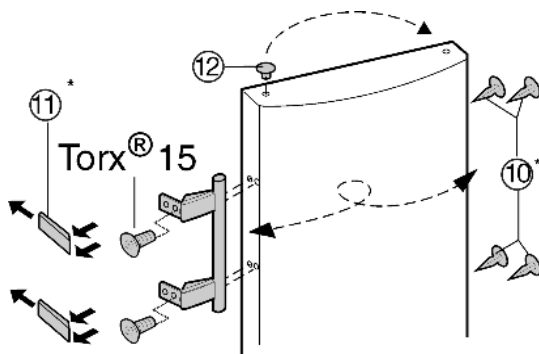

Fig. 8
- ▶ Iš durų įvorių išimkite kaiščius Fig. 8 (12) ir perkeltkite juos į priešingą pusę.
- ▶ Išmontuokite durų rankeną, kaiščius Fig. 8 (10) ir atramines plokšteles Fig. 8 (11) bei perkeltkite į priešingą pusę.